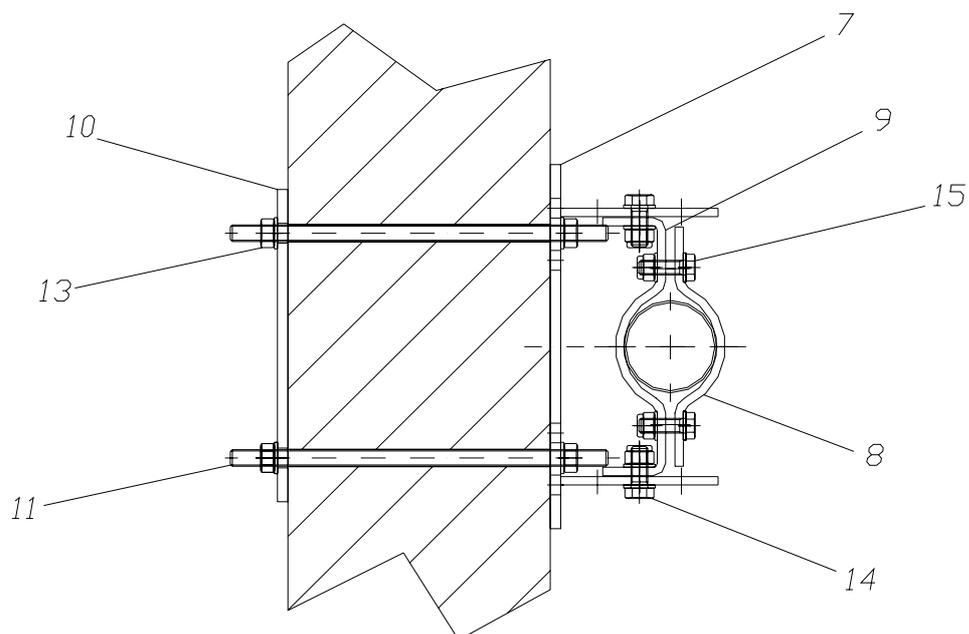

Fig. 2
- **tipo A (palo passante - Figg. 1-2):** il fissaggio viene effettuato ad un muro portante della costruzione mediante una piastra (fig. 2 pos. 7) e fascette (fig. 2 pos. 8-9).
- Nr. 02 piastre in acciaio INOX AISI 304 di fissaggio a muro con regolazione di posizionamento palo (Fig. 2 pos. 7);
- Nr. 02 fascetta serraggio palo INOX AISI 304 (Fig. 2 pos. 8);
- Nr. 01 fascetta posizionamento palo INOX AISI 304 (Fig. 2 pos. 9);
- Nr. 04 barre filettate da cm. 100 M16 acciaio INOX AISI 304 (Fig. 2 pos. 11);
- Nr. 08 dadi e rondelle M16 (UNI 5588-6592 INOX A2) per serraggio barre filettate (Fig. 2 pos.13);
- Nr. 08 bulloni completi (vite TE UNI 5739 M16X45 INOX A2, dado autobloccante DIN 982 M16 INOX A2, rondella piana UNI 6592 D.16 INOX A2) per posizionamento palo (Fig.2 pos. 14);
- Nr. 08 bulloni completi (vite TE UNI 5739 M14X50 INOX A2, dado autobloccante DIN 982 M14 INOX A2, rondella piana UNI 6592 D.14 INOX A2) per serraggio palo (Fig.2 pos. 15);